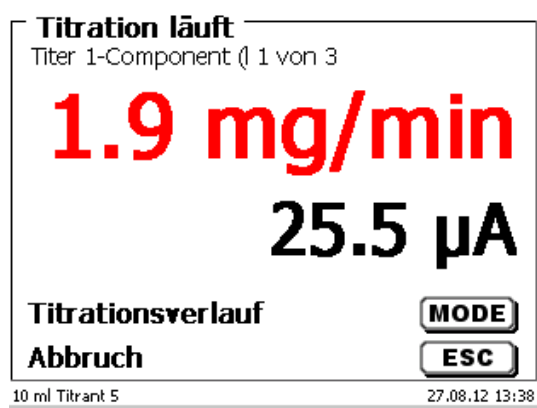

Fig. 76
- ou la dérive avec la valeur mesurée en μA (Fig. 76),